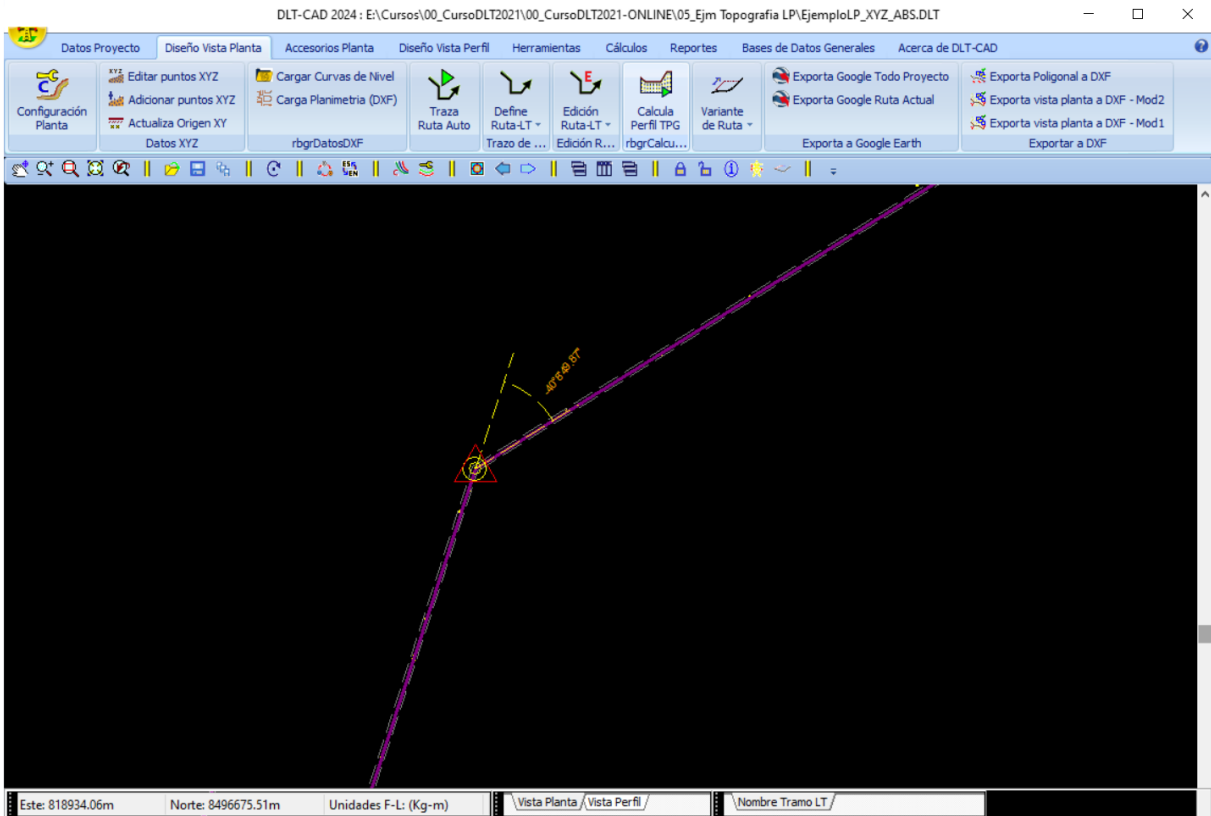

Fig. 3.19
- Finalmente clic en el botón **<Aplicar/Definir Ruta>**, con lo cual se trazará la ruta de toda la línea de forma automática. (ver Fig. 3.19)